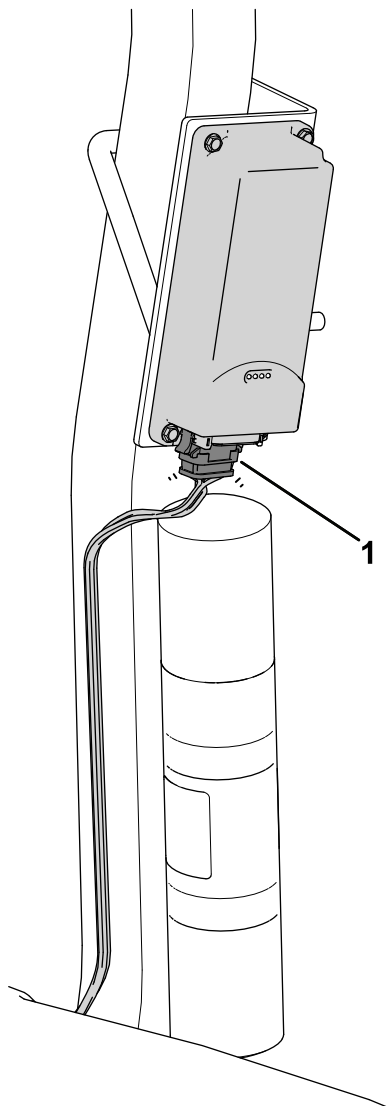

Figura 12
3. Instale el conector marcado P02 del arnés de cables de la telemática en el dispositivo telemático (Figura 12).